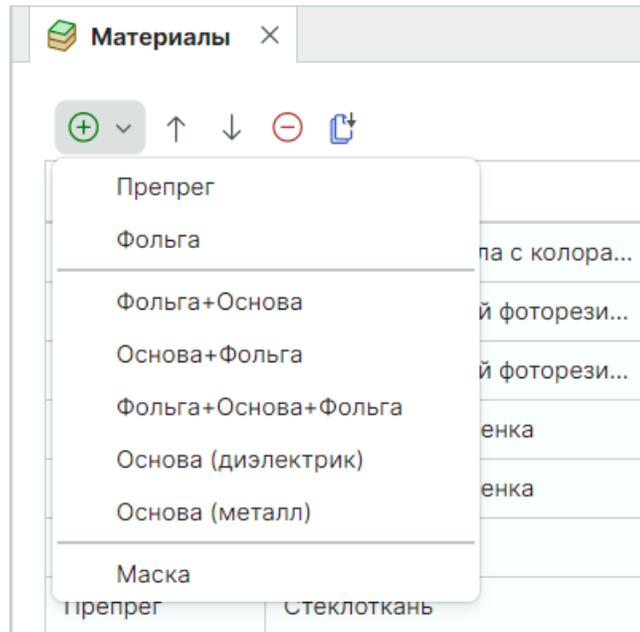

Рис. 24 Выбор конструктивного элемента
2. В выпадающем списке выберите конструктивный элемент, см. Рис. 24.